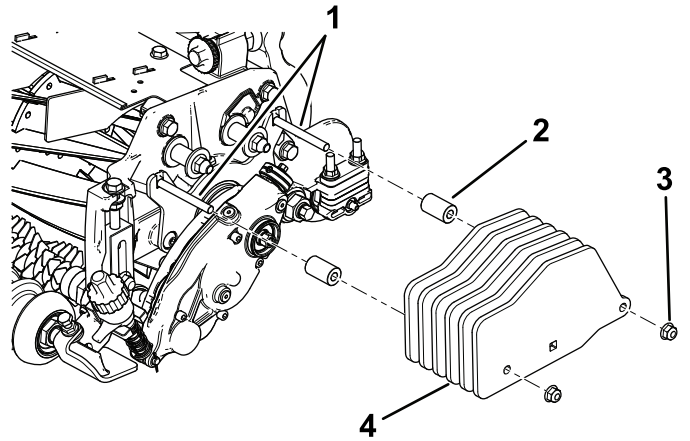

图19
对于仅安装疏草刀套件的滚刀组未安装后滚筒刷套件和后集草斗请参阅图19。
**注意** 对于已安装疏草刀套件和前集草斗的前滚刀组没有后滚筒刷套件请参阅图19。